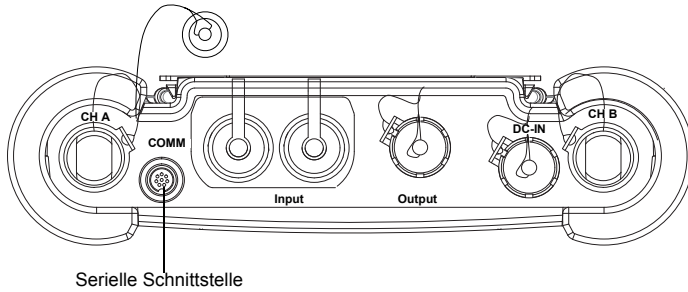
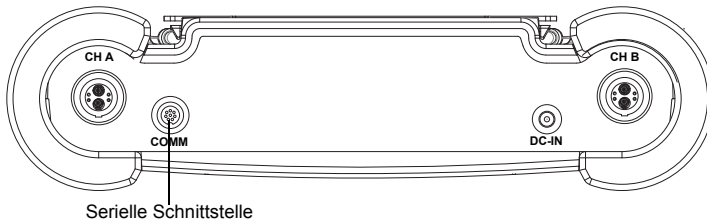

Abb. 7.20: Anschlüsse am Messumformer FLUXUS F608**-A2
Abb. 7.21: Anschlüsse am Messumformer FLUXUS F608**-F2
- Schließen Sie das RS232-Kabel an den Messumformer (siehe Abb. 7.20 oder Abb. 7.21) und an die serielle Schnittstelle des PC an.